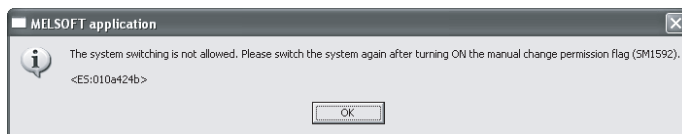

图 5.27 GX Developer 显示的出错对话框
1. 通过 GX Developer 执行了系统切换时，SM1592 未处于 ON 状态的情况下，将显示如图 5.27 所示的出错对话框。显示了图 5.27 的出错对话框时，应等待 SM1592 变为 ON 之后，再次通过 GX Developer 进行系统切换。